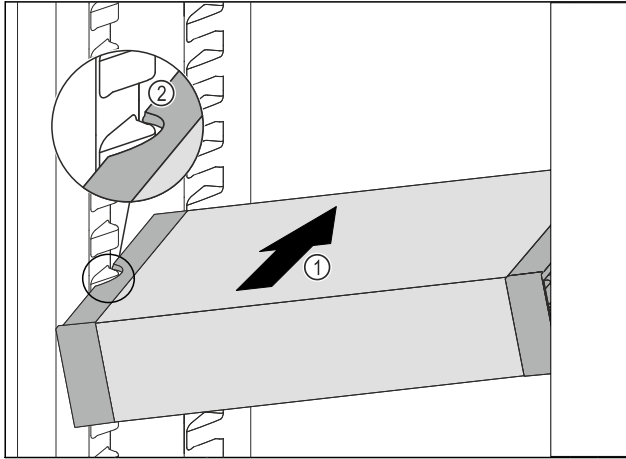

Fig. 114
- ▶ VarioSafe wsunąć ukośnie do chłodziarki Fig. 114 (1), aż boczne wycięcia Fig. 114 (2) VarioSafe będą się znajdować na wysokości żeber pojemnika w chłodziarce.